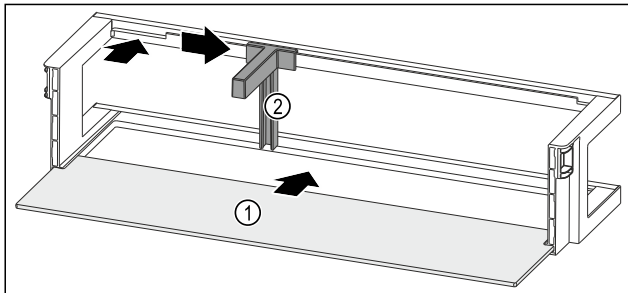

Fig. 141 Ajtópolc tárolólappal
- ▶ Tolja be a tárolólapot Fig. 141 (1) az oldalsó bemarásokba.
- ▶ Helyezze be a palacktartót Fig. 141 (2) a mélyedésbe.
- ▶ Tolja oldalra a kívánt pozícióba a palacktartót Fig. 141 (2).